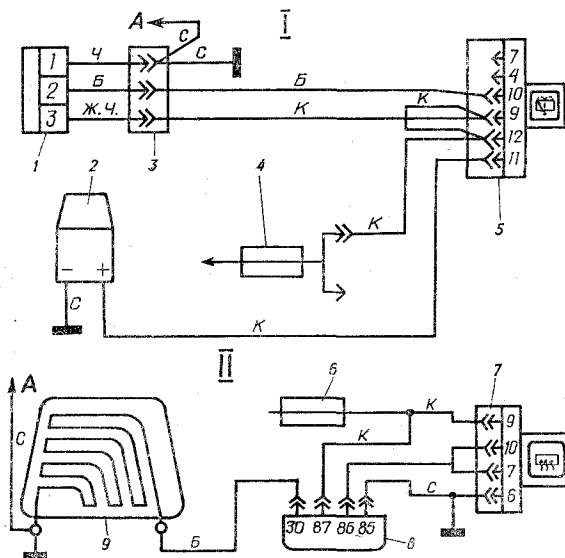

Рис. 57. Схема подключения моторедуктора стеклоочистителя и мотонасоса омывателя стекла двери багажника (вид I).
2. Если на автомобиле установлены стеклоочиститель и омыватель, электрообогрев стекла двери багажника, то схема их подключения в общую схему электрооборудования показана на рис. 57.
Если стекло двери багажника имеет электрообогрев, то схема его подключения показана на рис. 57 (вид II).